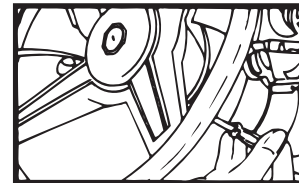

FIG. 1
1. Retirer le cache-klaxon du volant en enlevant les vis ou les fixations à tête hexagonale qui se trouvent à l'arrière du volant (voir figure 1).